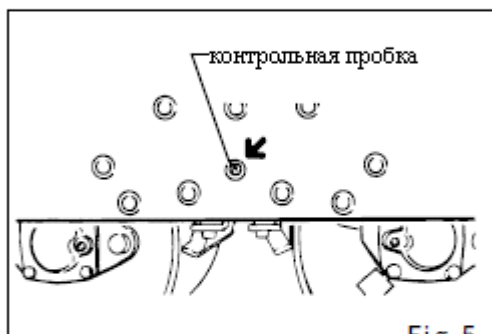

Fig. 5
- Проверьте корпус виброустановки на предмет течи масла. Проверьте уровень масла, сняв контрольную пробку, расположенную на боковой плите (рис. 5).